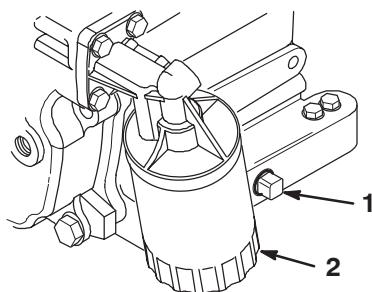

Figure 27
5. Enlevez le bouchon de vidange (Fig. 27) et laissez s'écouler l'huile dans un bac de vidange. Remettez le bouchon quand toute l'huile s'est écoulée.
2. Déposez le filtre à huile existant (Fig. 27). Appliquez une fine couche d'huile propre sur le joint du filtre de recharge.